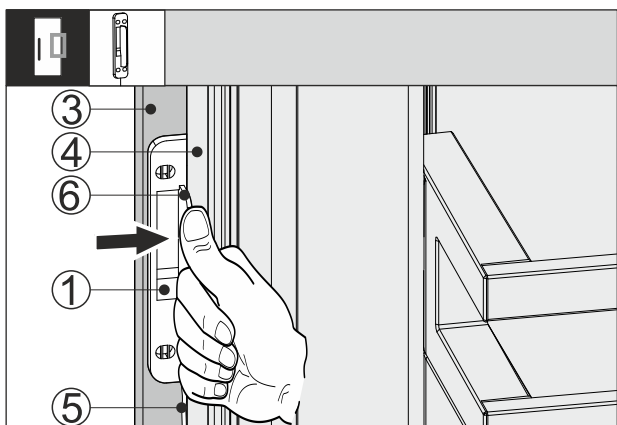

Fig. 66
- Empujar el sensor de golpes Fig. 66 (1) entre el frente del mueble Fig. 66 (3) y la puerta del electrodoméstico Fig. 66 (4) de forma que el cable Fig. 66 (5) quede ligeramente tensado. El tope Fig. 66 (6) del sensor de golpes se encuentra en la puerta del electrodoméstico Fig. 66 (4).
- Presionar el sensor de golpes Fig. 66 (1) en el frente de mueble Fig. 66 (3).
- El sensor de golpes Fig. 66 (1) está fijado. La fijación del sensor de golpes optimiza la transmisión de la señal de golpes.
La fijación permanente del sensor de golpes Fig. 66 (1) aumenta la vida útil.
- Atornillar el sensor de golpes Fig. 66 (1) al frente de mueble Fig. 66 (3) utilizando los tornillos suministrados.